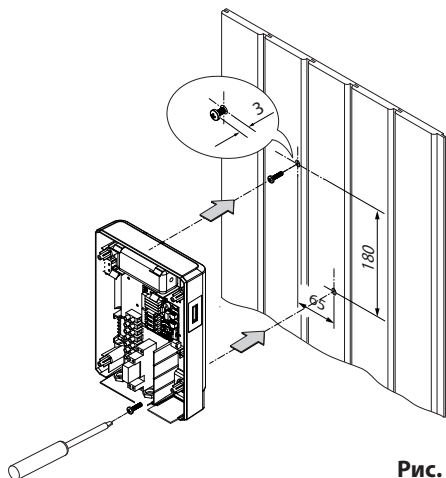

Рис. 2
- Вверните в верхнее среднее отверстие один из шурупов. На этот шуруп навешивается силовой блок. Для этой цели оставьте винт выступающим прибл. на 3 мм (подробно на рис. 2).
- Прочно привинтите нижнюю часть корпуса в двух нижних отверстиях к стенке кабины (Рис. 2).